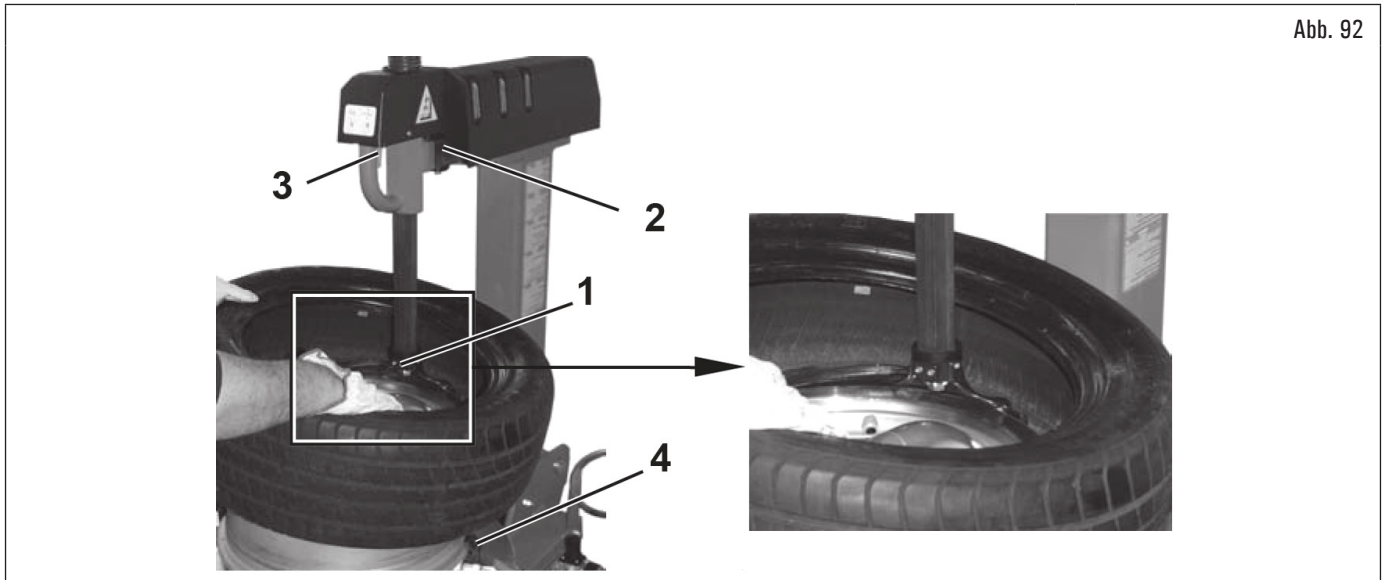

Abb. 92
5. den Werkzeugkopf (Abb. 92 Pkt. 1) am Felgenreand positionieren und den Aufspannarm (Abb. 92 Pkt. 2) feststellen;
Bei Montage eines Rades, das zuvor abgenommen wurde, oder jedenfalls bei Räder mit Felgen gleichen Durchmessers, muss der Drehgriff (Abb. 92 Pkt. 3) nicht jedes mal zum Aufspannen und Lösen betätigt werden, sondern es genügt, wenn der Aufspannarm (Abb. 92 Pkt. 2) neu positioniert wird.
6. den Reifen mit den Hände führen, um den Wulst unter dem nagelförmigen Teil des Werkzeugkopfes (Abb. 92 Pkt. 1) und von der Außenseite an der Lippe (siehe unterer Wulst in Abb. 92);
7. Spindel (Abb. 92 Pkt. 4) im Uhrzeigersinn drehen und gleichzeitig das entsprechende Pedal drücken und den Reifenwulst in die innere Rille der Felge mit den Hände gedrückt halten;